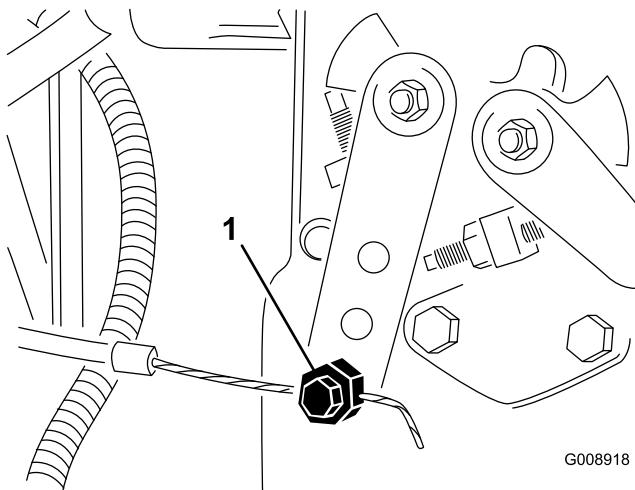

Figura 71
2. Desaperte o dispositivo de ligação do cabo do regulador na alavanca da bomba de injecção (Figura 71).